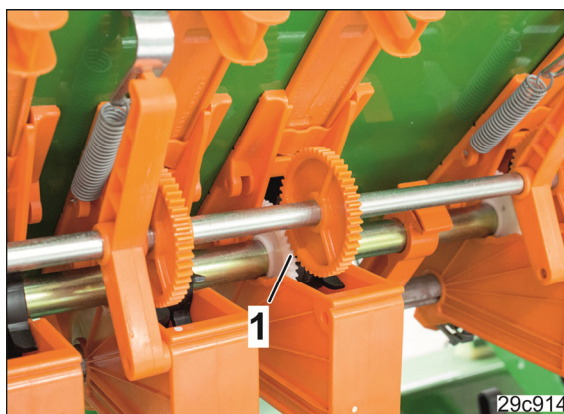

Рис. 254
- 10.1 Простежте, щоб зуби (Рис. 254/1) шестерень зачіплялись один за одного.